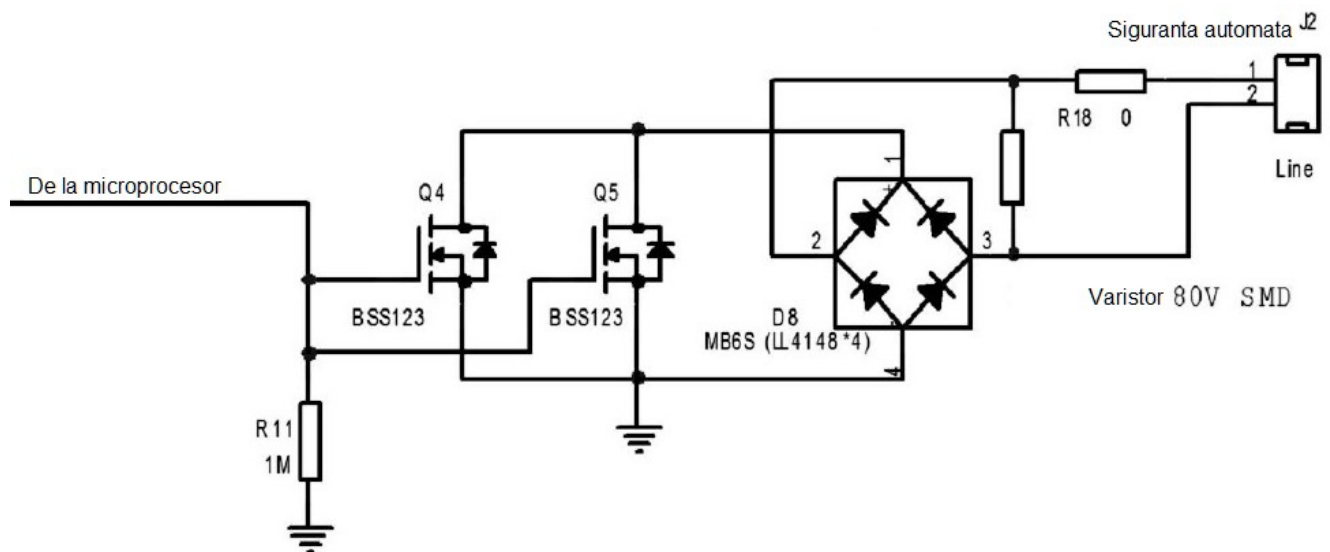

Fig. 6
6.9.4 Se conectează firele SGR și dispozitivului de semnalizare la bornele 4 respectiv 5. Schema ieșirii controlului semnalului liniei dispozitivului de semnalizare este arătată în fig. 6